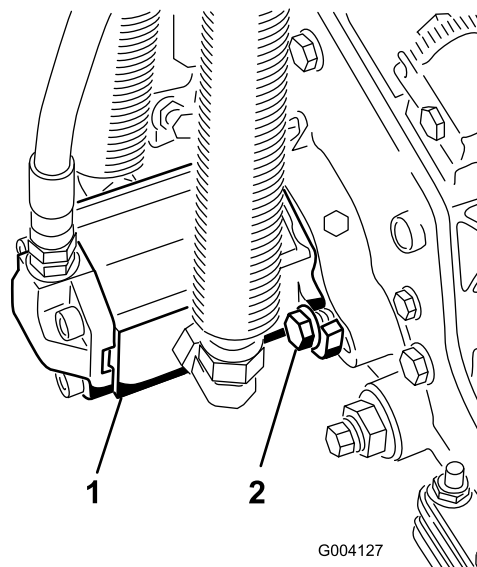

Bild 20
17. Montieren Sie den Motor; drehen Sie ihn nach rechts, damit die Motorflansche nicht die Schrauben berühren (Bild 20).